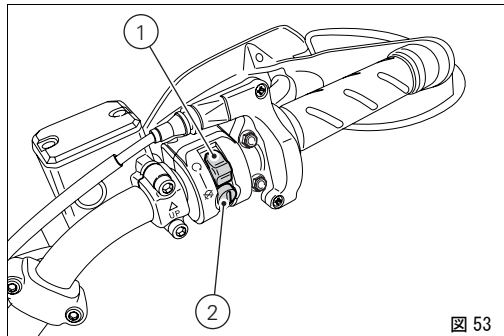

図 53
- 2) エンジンキルスイッチ (1、図 53) が ○ (RUN) の位置になっていることを確認し、始動ボタン (2) を押しませう。